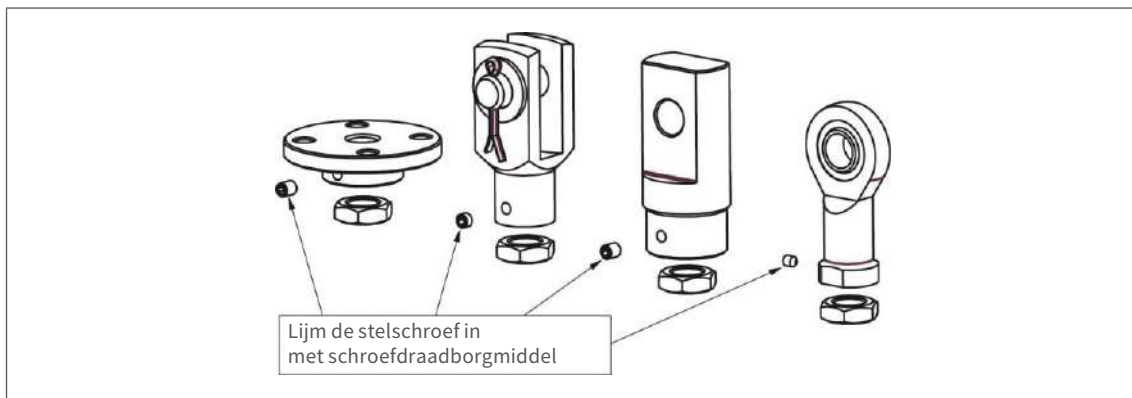

Fig. 7: Flenzen, gaffels, zwenklagers en kogelkoppelingen na het instellen van de positie fixeren.
3. Monteer de schroeven voor de bouwgroottes 50 en 100 van de ZA-serie in de sleufgaten met onderleggingen (bijv. volgens DIN 1441). Monteer de spindelkop (zie Fig. 7), draai de borgschroeven vast met schroefborging (bijv. Loctite), monteer de borgmoer (tot bouw grootte 100).